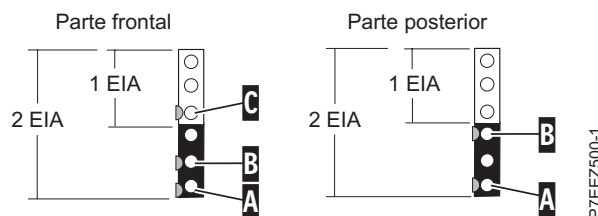

Figura 2. Señalización de orificios en la parte frontal y posterior del bastidor
1. Con la parte frontal del bastidor orientada hacia usted y comenzando por el lado derecho, localice la unidad EIA inferior utilizada por su sistema. Tome nota de la ubicación de EIA. Utilice cinta, un rotulador o un lápiz para marcar el orificio inferior de esta unidad EIA con una A. Marque el bastidor de forma que la marque también se pueda ver desde la parte posterior del bastidor, tal como muestra la Figura 2 en la página 5.
2. Empezando por el orificio identificado por la marca (A), desplácese un orificio hacia arriba y haga una segunda marca (B). Marque el bastidor de forma que la marca también se pueda ver desde la parte posterior del bastidor, tal como se muestra en la Figura 2.
3. Empezando por el orificio identificado con la marca B, cuente dos orificios y haga una tercera marca, la (C), tal como se muestra en la Figura 2.
7. Empezando por el orificio identificado con la marca A, cuente dos orificios y haga la segunda marca, la (B), tal como se muestra en Figura 2.